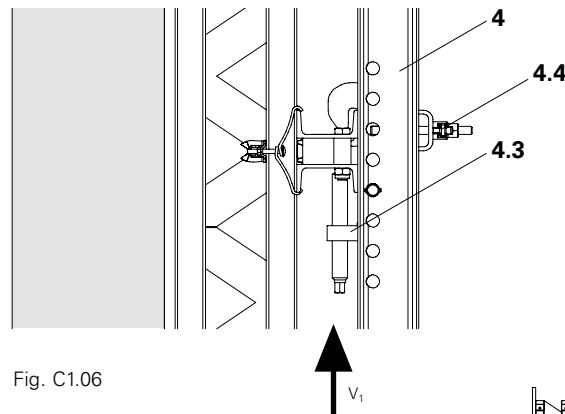

Fig. C1.06
Il numero di dispositivi di regolazione (4.3) per ciascun corrente verticale varia in base al peso della cassaforma. (Fig. C1.06)
Fissare tutti i correnti orizzontali (10.4) in corrispondenza del corrente verticale (4) con attacchi fissaggio corrente (4.4). (Fig. C1.06)